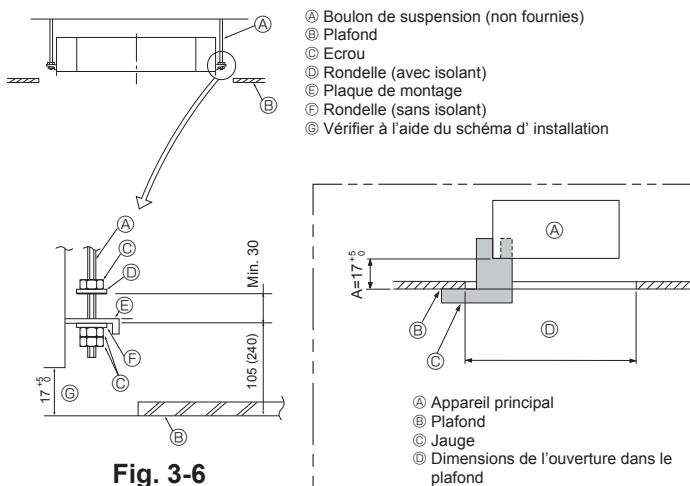

Fig. 3-6
- ① Structures en bois
- ② Structures en béton armé
3.6. Méthodes de suspension de l'appareil (Fig. 3-6)